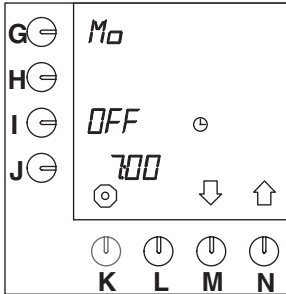

Fig. 32 Préchauffage du container
- Sur l'écran de contrôle, "0" s'affiche à côté de la touche de programmation (I.) (fig.32).